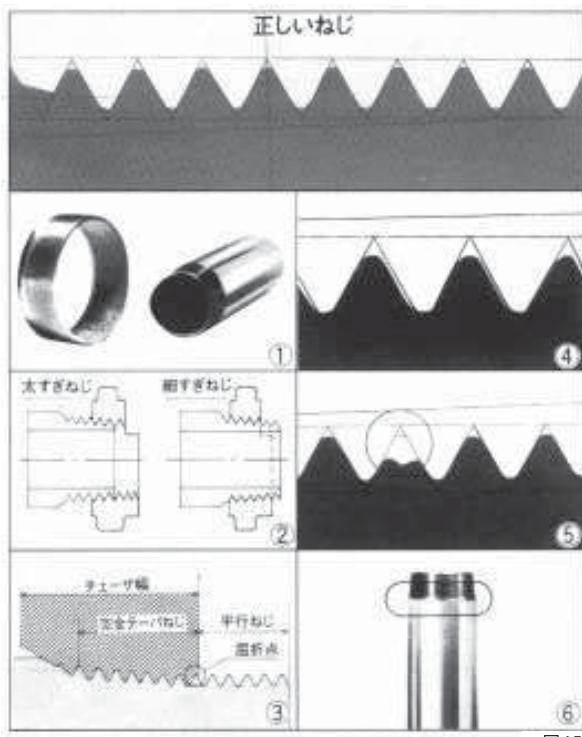

図45
#### ① 多角ねじ(図45①)
#### ④ 切られたねじの山ヤセ (図45④)
#### ⑤ 切られたねじの山欠け (図45⑤)
#### ⑥ パイプに對してのねじの偏肉切れ (図45⑥)